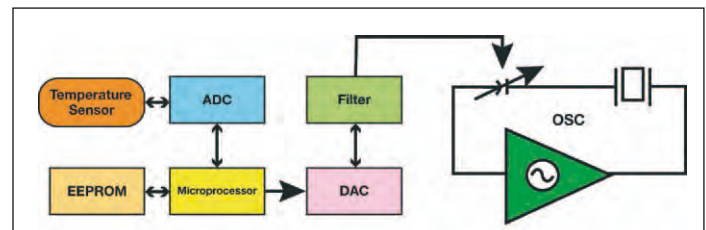

Bild 4: Mikroprozessorkompensierter Quarzoszillator
- MCXO: Mikroprozessor-kompensierter Quarzoszillator (Bild 4)